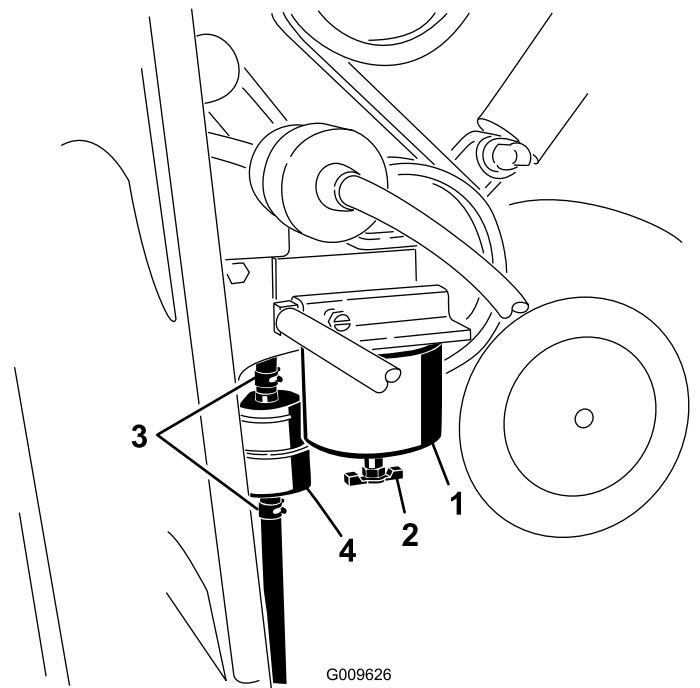

Bild 35
3. Ermitteln Sie den Kraftstofffilter an der rechten Seite des Motors (Bild 35) und stellen Sie einen sauberen Behälter unter den Filter.
4. Ermitteln Sie die Kraftstofffilter an der rechten Seite des Motors (Bild 35) und stellen Sie einen sauberen Behälter unter den Filter.
5. Reinigen Sie den Anbaubereich der Filterglocke (Bild 35).
6. Entfernen Sie die Filterglocke und reinigen die Kontaktfläche (Bild 35).
9. Drehen Sie die Filterglocke per Hand, bis die Dichtung die Kontaktfläche berührt. Ziehen Sie sie dann um eine weitere 1/2 Umdrehung fester (Bild 35).
10. Ermitteln Sie den Inlinefilter an der linken Seite der Kraftstofffilterglocke (Bild 35) und achten Sie auf die Richtung des Flusspfeils an der Seite des Inlinefilters.
11. Öffnen Sie die Klemmen an jedem Ende des Inlinefilters und schieben die Schläuche herunter (Bild 35). Werfen Sie den Filter weg.
12. Schieben Sie die Schläuche auf das Ende des neuen Filters (Bild 35), stellen Sie sicher, dass der Pfeil am Filter zum Motor oder zur elektrischen Kraftstoffpumpe zeigt.